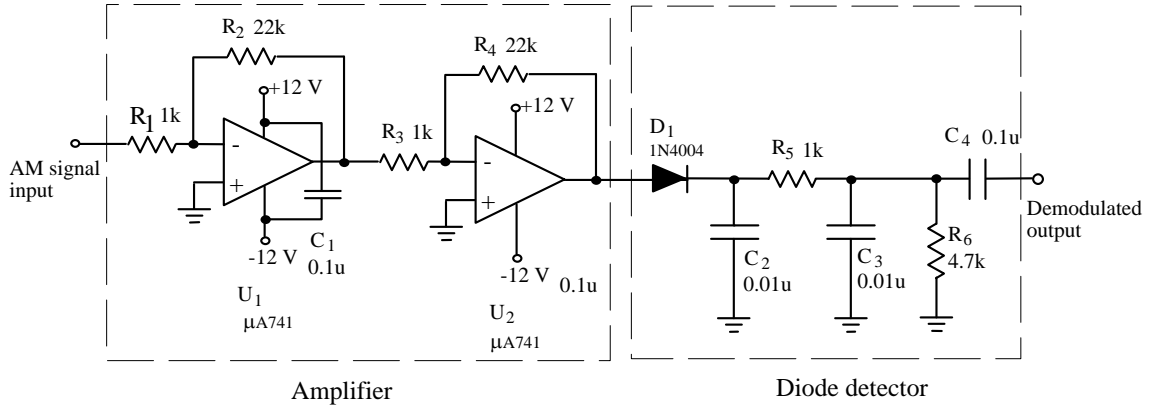

Fig. 4-3 Diyot detektör devresi
Fig. 4-3 pratik bir diyot detektör devresini göstermektedir. R_1 , R_2 , R_3 , R_4 , U_1 ve U_2 elemanları birbirine kaskat bağlanmış iki evirici kuvvetlendiriciyi oluşturmaktadır. Bu kuvvetlendirici bloğu AM işareti için gerekli kazancı sağlamaktadır. AM işareti D_1 diyotu tarafından doğrultulduktan sonra C_2 , C_3 ve R_5 dirençlerinden oluşan alçak geçiren filtreye girmektedir. Alçak geçiren filtrenin çıkış işareti pozitif bölgede bir zarf işareti ve bir DC seviyedir. C_4 kapasitesi, DC bileşenlerin süzülmesini sağlarken AC bileşenlerinde geçmesini sağlamaktadır.
1. Fig. 4-3 diyot detektör devresinde, eğer $\mu A741$ işlemsel kuvvetlendiricisi ihmal edilirse çıkış işaret ne olur?